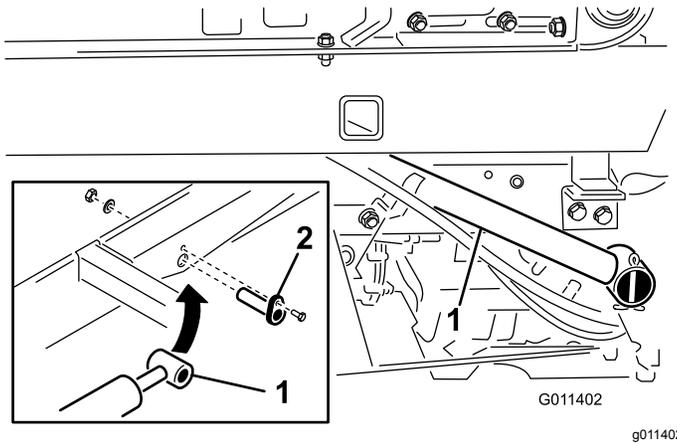

図 11
1. 各昇降シリンダのロッドの先端部をトップドレスサのベースにシリンダピンで固定する 図 11。
2. 各シリンダピンをトップドレスサのベースに固定するキャップスクリュー 1/4 x 3/4"、平ワッシャ、ナットを使用する 図 11。